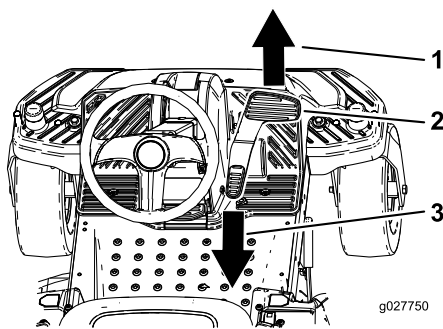

Figure 27
3. Posez le pied sur la pédale de déplacement et appuyez progressivement sur le haut de la pédale pour avancer ou sur le bas pour faire marche arrière (Figure 27).